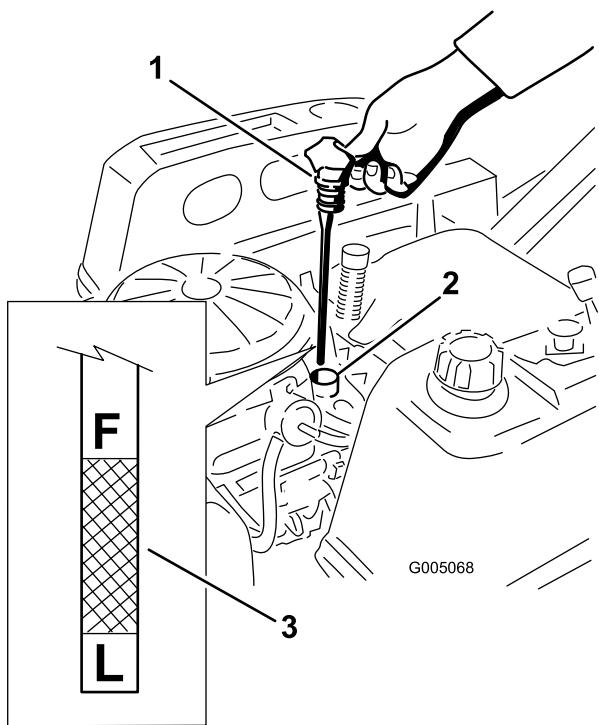

Figura 24
4. Tirate e rimuovete il tappo dell'olio/l'asta di livello; rimuovete l'olio. Reinserite l'asta di livello e premete con forza in sede (Figura 24).
5. Rimuovete l'asta e controllate il livello dell'olio. (Figura 24).
6. Rimuovete il tappo di spugno dell'olio (Figura 25). Togliete il tappo/asta del rabbocco dell'olio (Figura 24).
13. Versate lentamente nel tubo di rifornimento (Figura 24) l'80% circa dell'olio indicato.
14. Montate il tappo dell'olio e l'asta di livello e spingete saldamente in sede (Figura 24).
15. Controllate il livello dell'olio (Figura 24); vedere Controllo del livello dell'olio.
17. Montate il tappo dell'olio e l'asta di livello e spingete saldamente in sede (Figura 24).